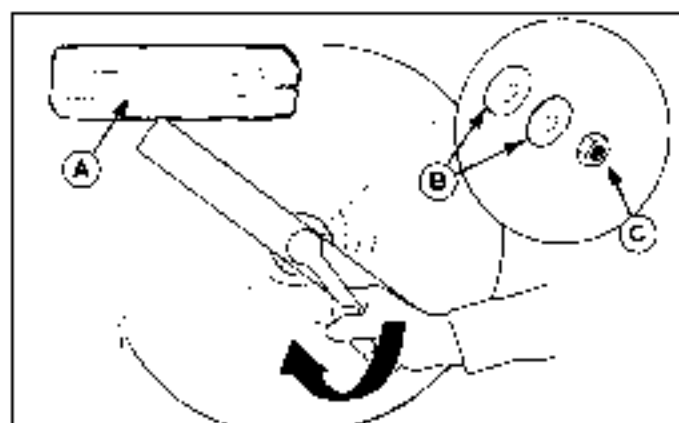

Figura 13. Instalación de la cuchilla en los cortacéspedes (cortacéspedes de 107 cm [42 pulg.]
3. Retire la tuerca (C, Figura 13), o las arandelas de resorte (B), y la cuchilla.
6. Vuelva a instalar las arandelas de resorte (B, Figura 13) y la tuerca (C). Use un bloque de madera (A) para evitar la rotación de la cuchilla mientras aprieta la tuerca (C) de 95 a 108 Nm (70 a 80 lb.pie).